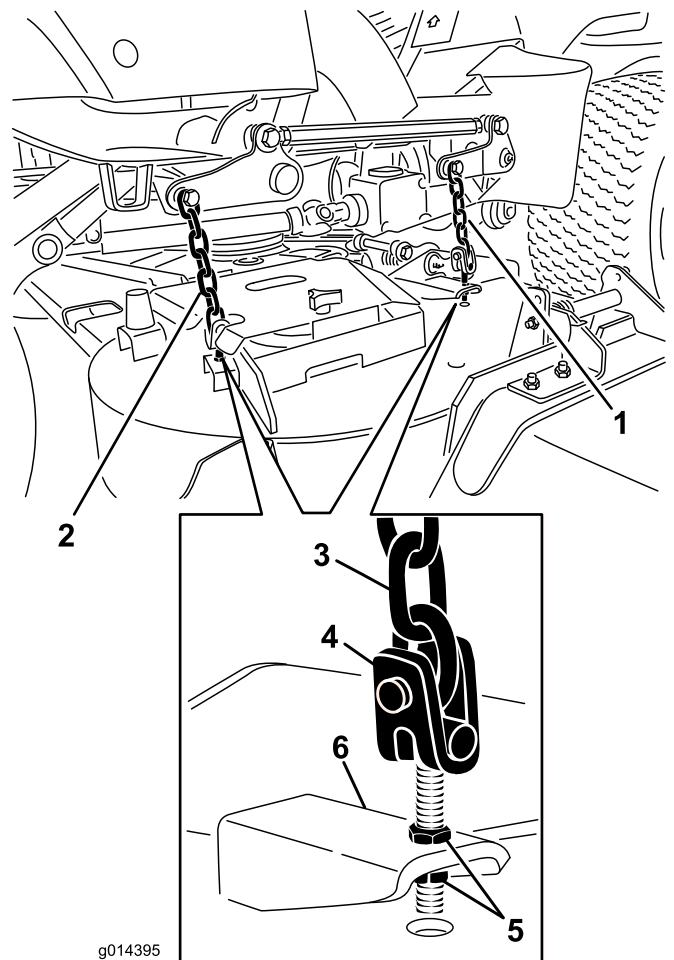

図 70
8. デッキのヨーク/チェーンをデッキに固定しているジャム・ナットを調整してデッキを水平にする (図 70)。
7. デッキのヨーク/チェーンをデッキに固定しているジャムナットを調整してデッキのピッチを 8 mm に調整する(図 70)。